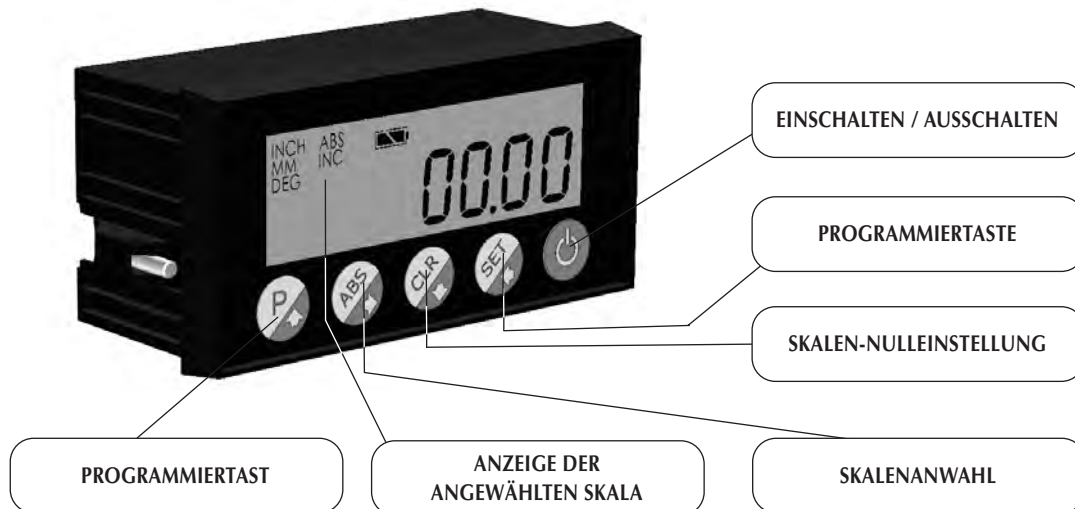

Abb. 5.4
4. Die Maschine einschalten, indem man den Schalter (Punkt 4 – **Abb. 5.1.**) betätigt und anschließend die Anzeiger durch die entsprechende Taste einschalten (Abb. 5.4.)
5. Beide Skalen der Anzeiger mit Hilfe der Tasche „CLR“ (**Abb. 5.4**) auf Null zurückstellen (jeder Anzeiger verfügt über zwei, untereinander unabhängigen Skalen – „ABS“ und „INC“, die durch die Taste „ABS“ abgerufen werden können).
3. Beim Anzeiger die Skala ‚ABS‘ anwählen, indem man die Taste ‚ABS‘ drückt - siehe **Abb. 5.4**
5. Beim Anzeiger die Skala ‚INC‘ anwählen, indem man die Taste „ABS“ betätigt und durch die Taste „CLR“ auf Null zurück stellt - siehe **Abb. 5.4**
- 3 Beim Anzeiger die Skala „ABS“ anwählen, indem man die Taste „ABS“ drückt – siehe **Abb. 5.4**
- 3 Beim Anzeiger die Skala "ABS" anwählen, indem man die Taste "ABS" drückt - siehe **Abb. 5.4**
- 6 Am Anzeiger die Richtung Y und Skala "INC" abrufen, indem man die Taste "ABS" betätigt. Die Taste "CLR" drücken, um den Wert auf Null zurück zu stellen. **Abb. 5.4**.